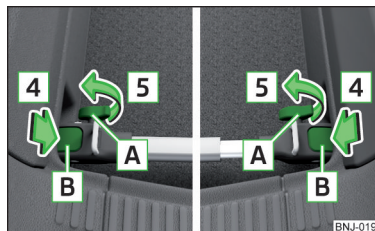

Abb. 123 Querträger einbauen: Schrauben festziehen
- › Die Halterungen **B** in Richtung der Pfeile **4** bis zum hörbaren Einrasten eindrücken » Abb. 123.